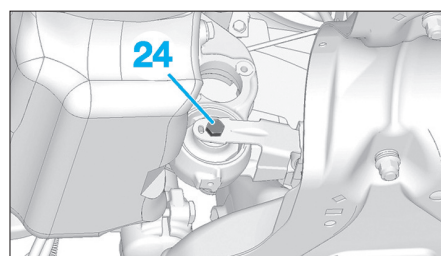

Fig. 53
- Déposer la vis (24) de la biellette anticouple de sur la cale élastique (Fig.53).